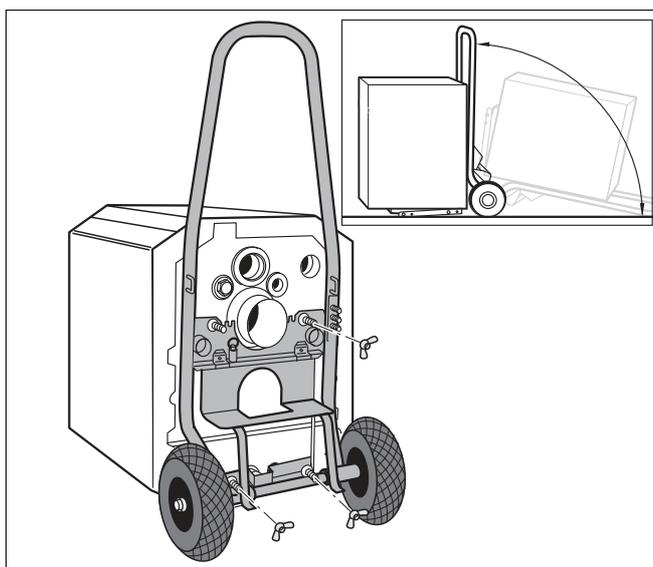

Рис. 13 Транспортировка отопительного котла на тележке
- Наклоните котел, используя какое-либо транспортное средство (→ рис. 13, стр. 18), или подложите деревянный брус.